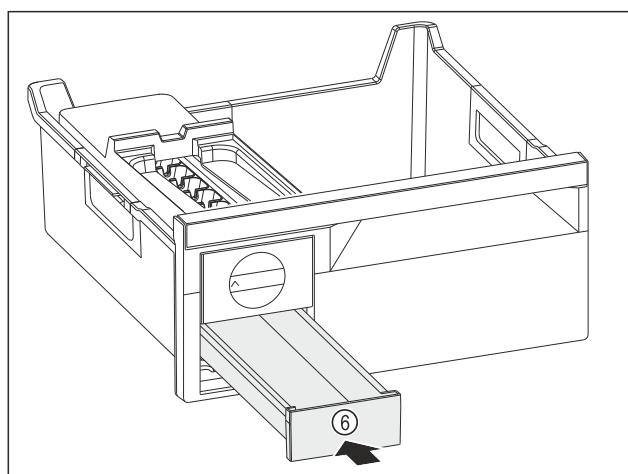

Fig. 83
- Вдвигните выдвижной ящик для кубиков льда Fig. 83 (3).